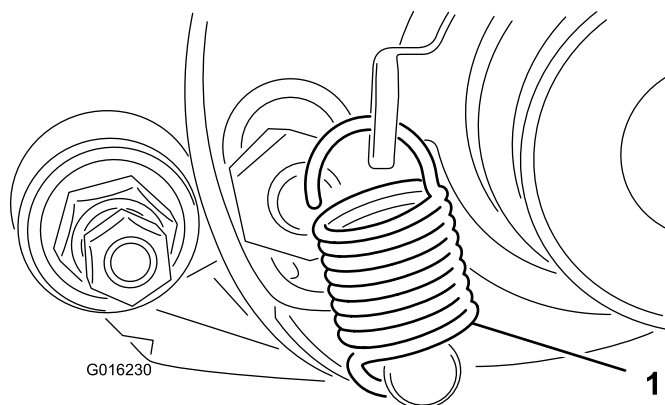

Figure 13
29. Tournez la poulie de tension jusqu'à ce qu'il soit possible d'accrocher le ressort du levier de changement dans le trou du support de poulie et sur le goujon, comme illustré à la Figure 13.